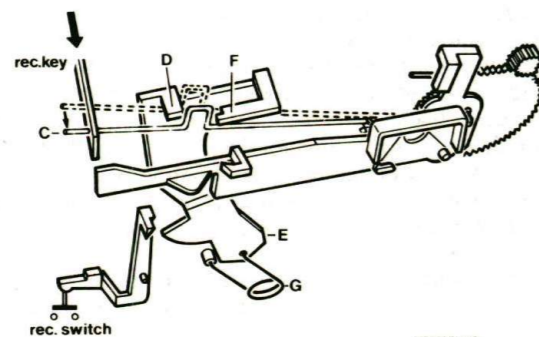
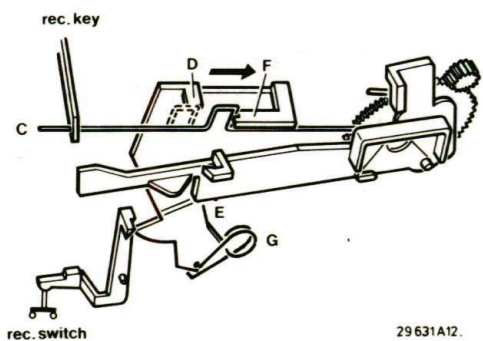

Fig. 2b
Fig. 2c
Pin A on the drive gearwheel is situated in a slotted hole of bracket B. When the drive wheel rotates, its rotating movement is converted into a linear movement of threaded rod C. When pressing the record key, pushes threaded rod C will be pushed forward (Fig. 2b). During its movement to the right threaded rod C will press against boss F, causing bracket E to rock over to the right, which motion is assisted by spring G. Bracket E actuates the two record switches which are thus brought in the record mode (Fig. 2).
Wanneer de Rec-toets wordt ingedrukt, wordt draadstang C naar voren gedrukt (Fig. 2b). Tijdens de naar rechtsgaande beweging van draadstang C zal deze tegen nok F komen waardoor beugel E naar rechts zal omklappen. Veer G versterkt dit omklappen. Beugel E bedient de twee recordingschakelaars en staan nu in de recording positie (Fig. 2c).
Une broche (A) sur la roue d'entraînement est placée dans le trou oblong de l'étrier B. Lorsque la roue d'entraînement tourne, ce mouvement rotatif est converti en un mouvement rectiligne de la tige C. Lorsque la touche REC est enfoncée, la tige filetée C est poussée en avant (Fig. 2b). Du fait que la tige filetée C se dirige vers l'avant elle pressera contre la came F, l'étrier E basculera alors vers la droite. Le ressort G renforcera ce basculement.
L'étrier E commande les deux commutateurs d'enregistrement qui se trouvent ainsi en position d'enregistrement (Fig. 2c).
Wenn die "REC"-Taste gedrückt wird, wird Gewindestange C nach vorne gedrückt (Bild 2b).
Bügel E bedient die beiden "REC"-Schalter, die sich nun in der "REC"-Stellung befinden (Bild 2c).
Un perno (A) sulla ruota di trascinamento viene messo nel orificio oblungo della squadra B. Quando la ruota di trascinamento torna questo movimento rotativo è convertito in un movimento rettilineo dell'astina C. Quando il tasto REC viene premuto, l'astina filettata C viene spinta in avanti (Fig. 2b). Dal fatto che l'astina filettata C vada in avanti, essa premerà contro la cama F, la squadra E ribalterà allora verso la destra. La squadra E comanda i due commutatori di registrazione che vengono così messi in posizione di registrazione (Fig. 2c).